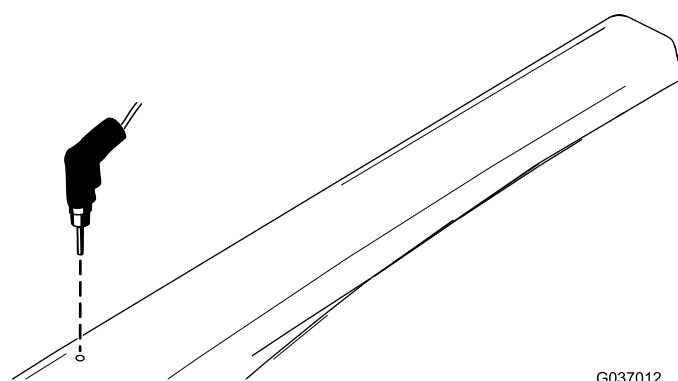

Figura 13
14. Utilizando o orifício na parte superior do suporte de apoio do teto como modelo, faça um furo de 7,9 mm em cada lado do toldo (Figura 13).